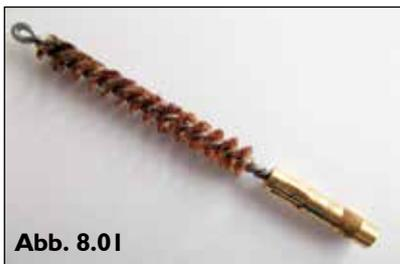

Abb. 8.01
- 8 Reinigung der Kammer: Die Kammerbürste (Abb. 8.01) und den Kammerwischer (Abb. 8.02) an die Bürste und den Wischergriff (Abb. 8.03) anbauen und handfest miteinander verschrauben. Das Bürstenende über das offene Rohrende in die Kartuschenkammer einführen und mit einer Drehbewegung in die Kammer schieben und herausziehen, um alle Pulverrückstände aus der Kammer zu entfernen. Wenn das Pulver schwierig zu beseitigen ist, kann die Flüssigkeit Youngs 303 verwendet werden. Auf den Wischer etwas Waffenöl auftragen. Über das offene Rohrende in die Kartuschenkammer einführen und mit einer Drehbewegung in die Kammer schieben und herausziehen, um alle Pulverrückstände aus der Kammer zu entfernen.